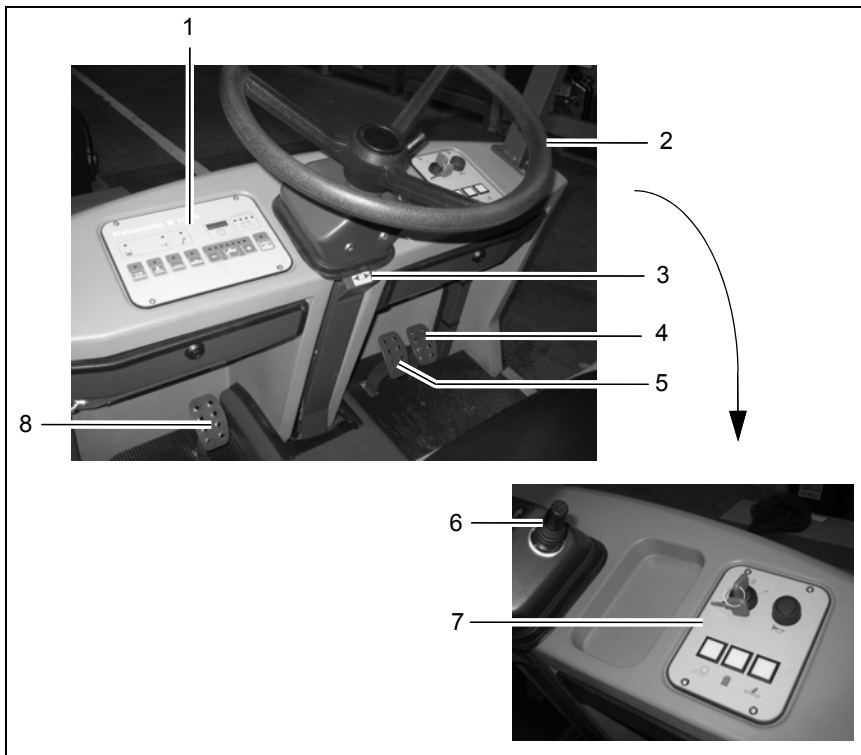
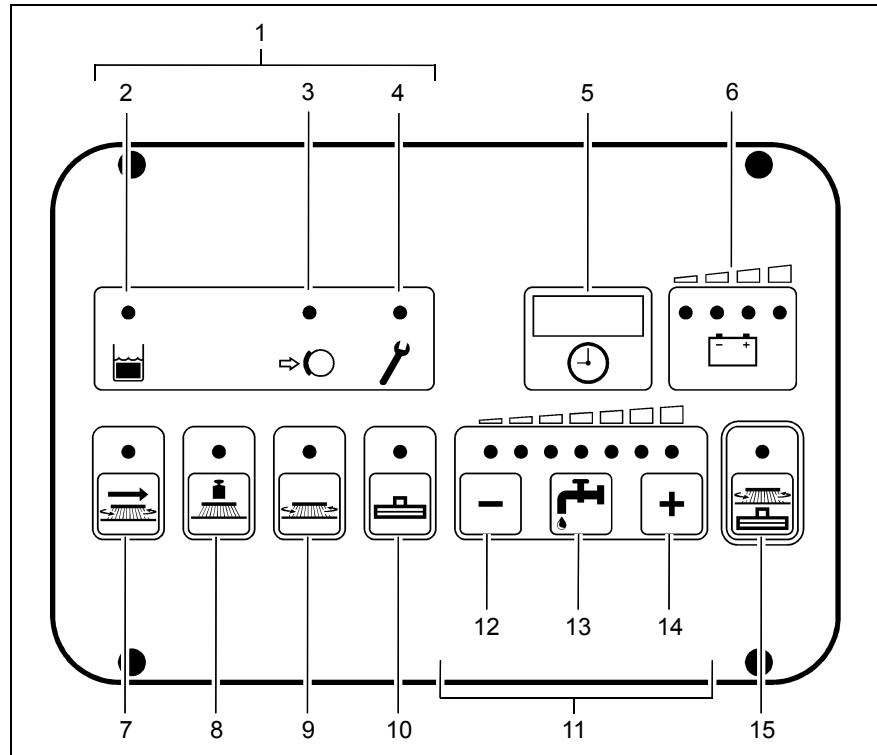

Abb. 16
Abb. 17
(Abb. 16/1)
(Abb. 16/2)
(Abb. 16/3)
(Abb. 16/4)
- Vor dem Betätigen des Fahrpedals ist mit dem Fahrtrichtungswahlschalter (Abb. 16/6) die Fahrtrichtung vorzuwählen: Vorwärts oder Rückwärts.
- Zum Anhalten die Betriebsbremse (Abb. 16/5) betätigen.
Ein Warnsignal (Summer) ertönt bei thermischer Überlastung des Fahrmotors. Gleichzeitig leuchtet im linken Bedienfeld (Abb. 16/1) die rote Fehlermeldungsleuchte (Abb. 17/4) auf und die Fahrgeschwindigkeit wird um ca. 50 % reduziert. Außerdem erscheint ein Fehlercode in der Serviceanzeige (Abb. 17/5).
(Abb. 16/5)
(Abb. 16/6)
(Abb. 16/7)
(Abb. 16/8)
- Bei angezogener Feststellbremse leuchtet die entsprechende Kontrollleuchte im linken Bedienfeld (Abb. 17/3) rot.
Vor dem Verlassen der Maschine ist die Feststellbremse anzuziehen, der Fahrtrichtungswahlschalter (Abb. 16/6) in Neutralstellung zu schalten und der Schlüsselschalter auszuschalten.
(Abb. 17)
(Abb. 17/1) Über das Anzeigefeld gibt Ihnen die Scheuersaugmaschine Rückmeldung über den Betriebszustand der Maschine. Dies betrifft nur solche Betriebszustände, die nicht über das Bedienfeld an- oder ausgeschaltet werden können: Schmutzwassertank voll, Feststellbremse angezogen und Meldung einer Funktionsstörung.
(Abb. 17/2) Die Kontrollleuchte leuchtet gelb auf, wenn der maximale Füllstand im Schmutzwassertank erreicht ist. Gleichzeitig ertönt alle 15 Sekunden ein Piepton. In diesem Fall schaltet ein Schwimmerschalter die Saugturbine ab und der Saugfuß wird ausgehoben.
(Abb. 17/3) Die Kontrollleuchte leuchtet rot auf, wenn die Feststellbremse über das Pedal links der Lenksäule betätigt wurde. Wird der Fahrantrieb eingeschaltet, ertönt zusätzlich ein Piepton.
Anzeige für Funktionsstörungen (Abb. 17/4)
- Gleichzeitig erscheint im Display der Serviceanzeige (Abb. 17/5) eine vierstellige Ziffer. Dieser Fehlercode weist darauf hin, welche Störung vorliegt (siehe Abschnitt 3.5.1). Gleichzeitig blinken die Kontrollleuchten und es ertönt ein pulsierender Piepton.
(Abb. 17/5) Die vierstellige LED dient zur Anzeige der Betriebsstunden.
(Abb. 17/5) Die gleiche LED dient auch zur genaueren Bestimmung von Funktionsstörungen.
(Abb. 17/6) Nach Einschalten des Schlüsselschalters leuchten bei voll geladener Batterie
(Abb. 17/7) Mit dieser Taste wird das Seitenbesenaggregat zugeschaltet. Mit Drücken der
(Abb. 17/8) Mit dieser Taste wird der Bürstenandruck erhöht. Dies kann nötig sein, wenn die zu reinigenden Flächen sehr stark verschmutzt sind. Der Andruck kann auf max. 47 kg erhöht werden. Ist die Funktion aktiv, leuchtet die grüne Kontrollleuchte.
(Abb. 17/9) Sie dient zum Ein- und Ausschalten der Walzenbürsten und des Frischwasserzulaufs bei gleichzeitigem Absenken bzw. Anheben des Bürstenkopfs. Ist die Funktion aktiv, leuchtet die grüne Kontrollleuchte.
(Abb. 17/10) Diese Taste dient zum Ein- und Ausschalten der Saugturbinen bei
(Abb. 17/11) Die
(Abb. 17/12) Die Taste dient zum Reduzieren der Frischwassermenge, die zu den Bürsten fließt.
(Abb. 17/13) Diese Taste
(Abb. 17/14) Die Taste dient zum Erhöhen der Frischwassermenge zu den Bürsten. Die Wassermenge kann in sieben Stufen erhöht werden (s. o.). Die gewählte Stufe bleibt programmiert (Last-Station-Memory), auch wenn Sie die Maschine